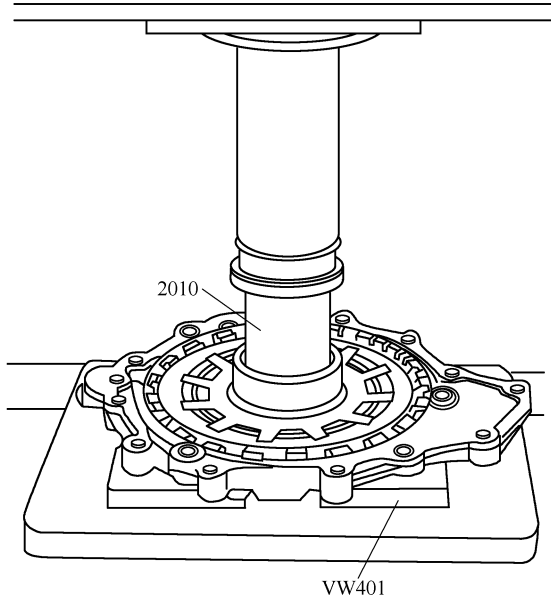

图 2-2-41 用管件 2010 将滚珠轴承压到极限位置
(5) 将输入轴盖板放在 VW 401 上，用管件 2010 将滚珠轴承压到极限位置，如图 2-2-41 所示。